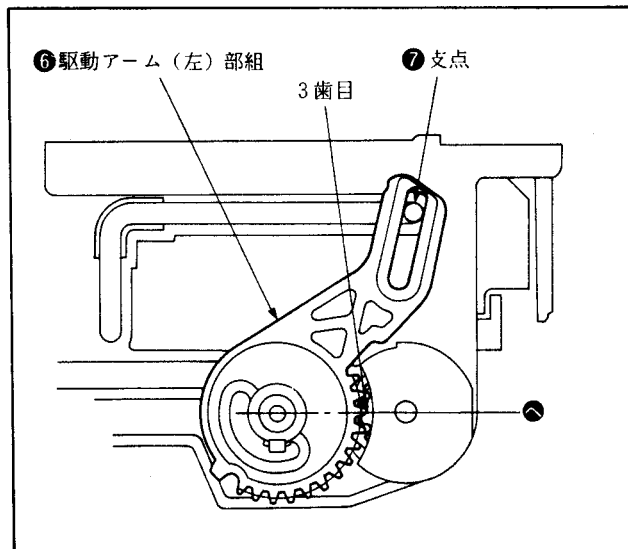

図3-14-B. 左歯車の位置（位相）合わせ調整方法
- 1) 駆動アーム（左）部組⑥ギアの3歯目が、駆動アーム（左）部組⑥と中間ギアの軸を結ぶ直線上⑧にくるように駆動アーム（左）部組⑥を取付ける。（支点⑦が図3-14-B.の位置にあれば自動的に駆動アーム（左）部組⑥のギアの3番目が直線上⑧に来ます。）
＜兩位相の合っている状態のチェック方法＞（図3-14-C.）